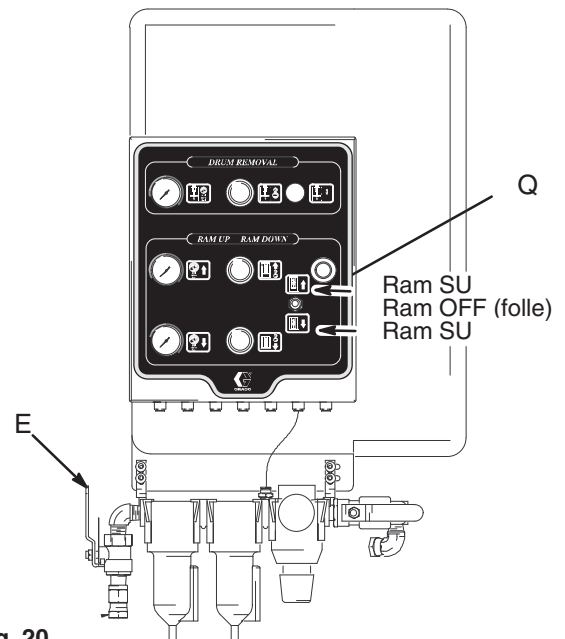

Fig. 20
2. Usando la leva della valvola manuale del ram sul controllo pneumatico [(Q) in Fig. 20], spostare il ram nella posizione GIÙ.
6. Chiudere la valvola principale dell'aria (E) (Fig. 20).